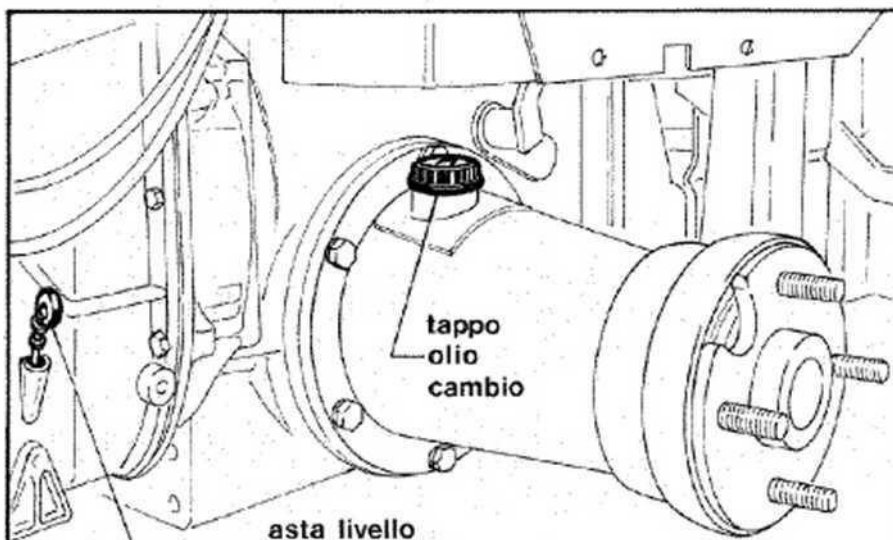

Fig. 2
- Controllare la quantità dell'olio motore con l'apposita asticella, se il livello fosse sotto la traccia del minimo, prima di avviare il motore aggiungere olio fino a ripristinare il livello massimo (Fig. 2).
- Controllare il quantitativo dell'olio dei due carter mediante gli appositi tappi muniti di aste di livello e, se necessario, aggiungere olio fino a ripristinare il livello massimo. (Fig. 2 - 7)